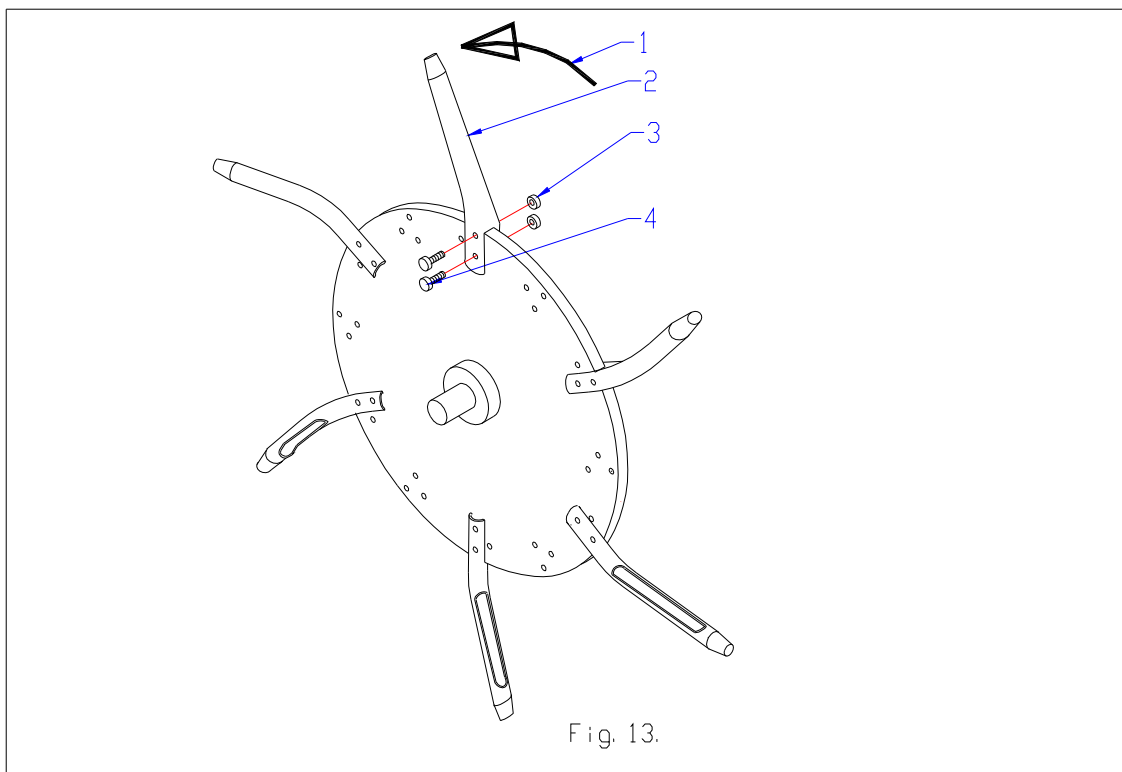

Fig. 13.
12.4 KIT DE PUNTAS HUECAS (Vea la Fig.13).
Hay disponible un kit de puntas huecas (nº 213.170.014 por 1700 y # 213.220.014 por 2200) para el rotor estándar. El kit contiene 72/96 x puntas huecas (2), 144/192 x tuercas (3) y 144/192 x tornillos (4). Móntelas tal como muestra el dibujo de la Fig. 13. Divídalas uniformemente alrededor de los discos. Si desea utilizar 12 por disco, pida simplemente otro kit.